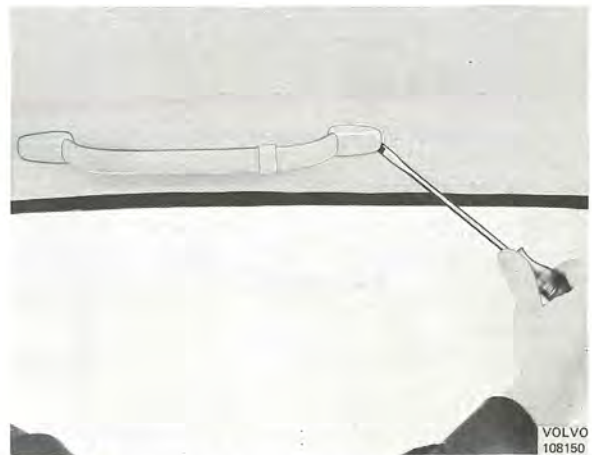

Bild 54. Lossning av prydnadskåpa från instegshandtag
8. Ta bort instegshandtagen och fästena över dörren på förarsidan. Genom att först bända loss prydnadskåpan (bild 54) kommer man sedan åt skruvarna.